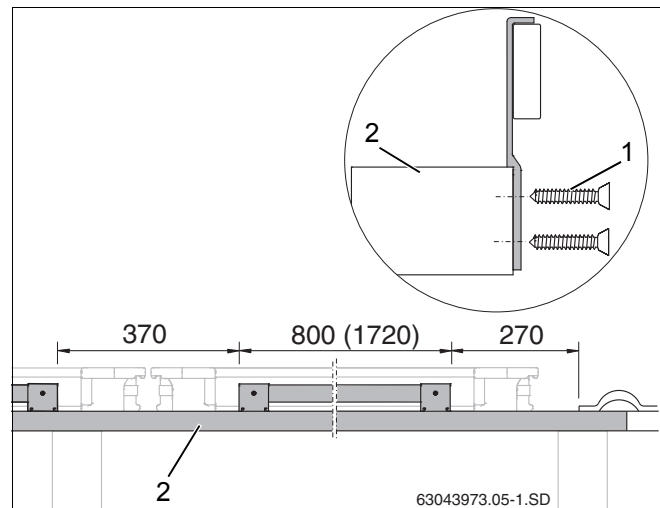

Рис. 11 Установка креплений от сползания на обрешетке крыши (размеры в мм, размер в скобках = для горизонтального исполнения коллекторов)
- ▶ Установите предварительно смонтированное крепление от сползания на первую рейку дополнительной обрешетки (рис. 11, [2]) и закрепите двумя саморезами 4x40 (рис. 11, [1]) (соблюдайте размеры).